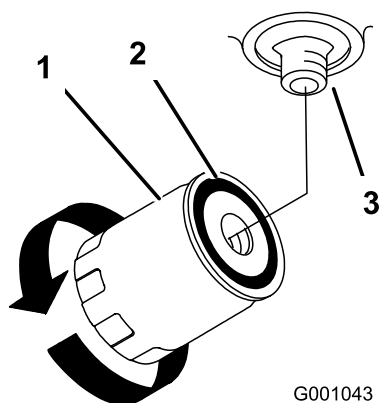

Рисунок 100
7. Нанесите тонкий слой гидравлической жидкости на резиновую прокладку нового фильтра (Рисунок 100).
9. Заполняйте гидравлический бак жидкостью до тех пор, пока она не будет выходить из фильтра, затем поверните фильтр по часовой стрелке до контакта резиновой прокладки с переходником фильтра, после этого затяните фильтр, повернув его еще на пол-оборота (Рисунок 100).